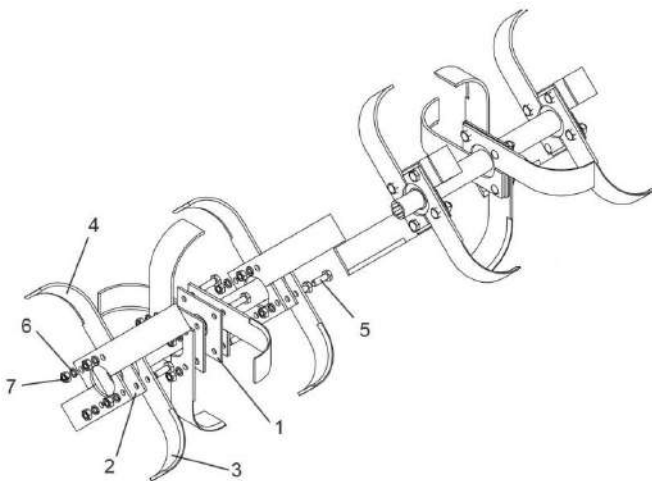

Рис.10. Установка 4 и 6 фрез-культиваторов.
**ВНИМАНИЕ! ОСТРЫЕ КРОМКИ НОЖЕЙ ДОЛЖНЫ БЫТЬ НАПРАВЛЕНЫ ПО НАПРАВЛЕНИЮ ДВИЖЕНИЯ МОТОБЛОКА (рис.10).**